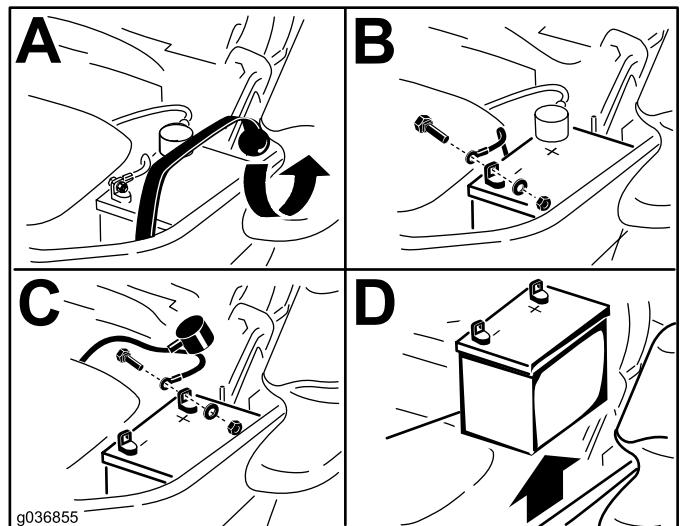

Figura 51
- Retire la batería según se muestra en la Figura 51.
- Coloque la batería en la bandeja, con los bornes frente al depósito de aceite hidráulico (Figura 51).
- Fije los cables con 2 pernos, 2 arandelas, y 2 contratuerca (Figura 51).
- Fije la batería con la correa de goma (Figura 51).